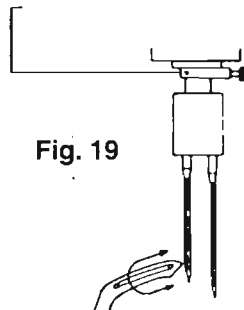

Fig. 19
b) Coloque o gabarito na barra da agulha, encostando-o na bucha. Fig. 19
c) Gire então a polia no sentido anti-horário, até o gabarito encostar novamente na bucha. Fig. 19